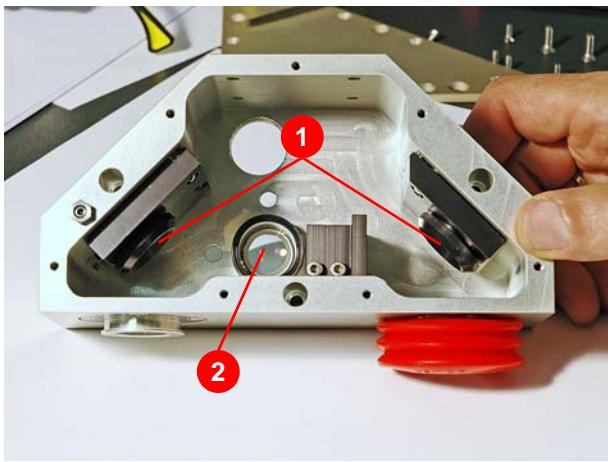

Abbildung 7.26 Umlenkspiegel / Linse vor der internen Leistungsmessung bzw. Absorber
13. Reinigungszustand der Umlenkspiegel (1) (Abbildung 7.26) und der Linse vor der internen Leistungsmessung bzw. vor dem Absorber (2) in der Umlenleinheit prüfen. Ggf. Reinigung durchführen.